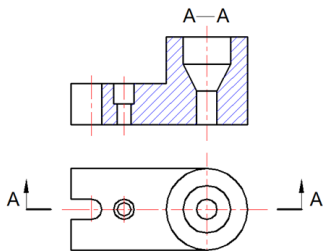

图4—标注
④标注,为了便于看图,标注剖切位置、投射方向、剖视图名称。如图4所示: